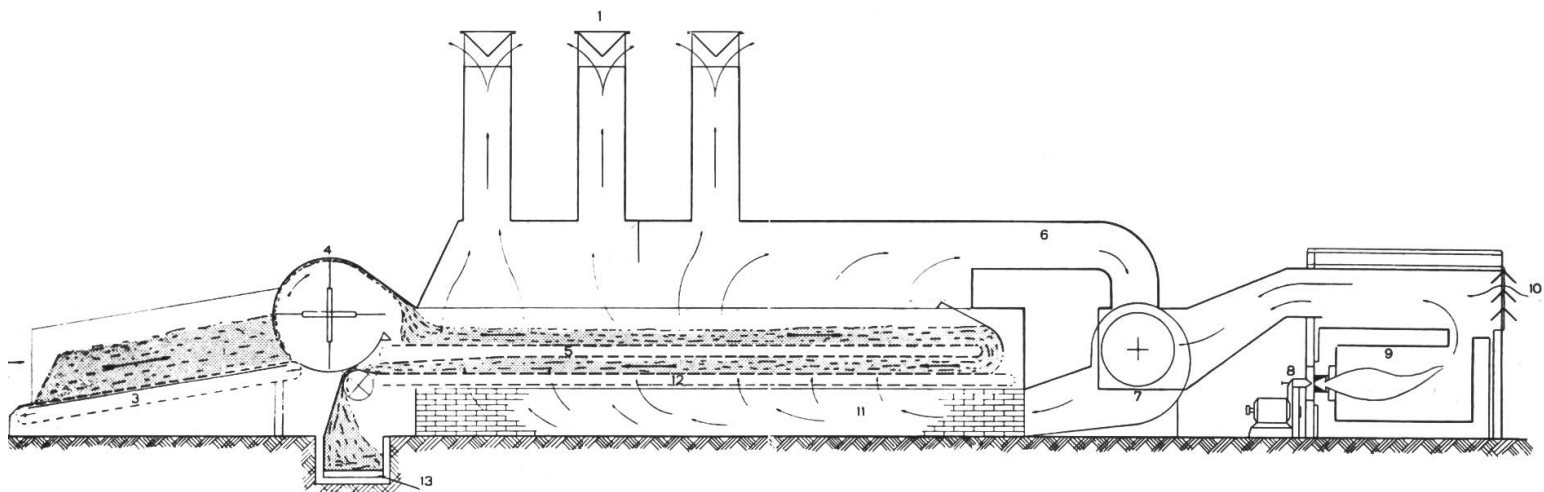

Abb. 1 Querschnitt durch den Templewood-Trockner:
Der Templewood-Trockner (Bild 1), englischer Herkunft, ist ein Zweibandtrockner. Das ungehäckselte Grüngut wird zuerst von Hand auf das Aufgabeband (3) verteilt. Anschliessend wird es durch einen Haspel (4) fein verzettelt und locker auf das Oberband (5) geworfen. Von dort fällt es am Ende des Trockners auf das Unterband (12) und wandert wieder auf die Aufgabeseite zurück; wo es als bereits getrocknetes Futter durch einen Quersporteur (13) aufgefangen und zur Mühle geführt wird. Die mit Frischluft gemischten Heizgase werden durch einen starken Ventilator (7) in einen gemauerten Luftkanal unter die Trockenbänder geblasen und durch die Futterschichten gepresst. Die mit Wasser gesättigte Luft entweicht durch die Kamine (1), die ungesättigte gelangt erneut in den Ventilator, um wieder